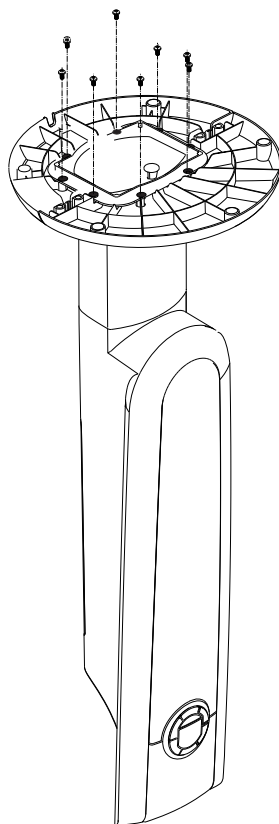

Fig. 2
2. Renversez l'appareil et fixez la base sur le corps de l'appareil à l'aide des vis fournies (voir figure 2).